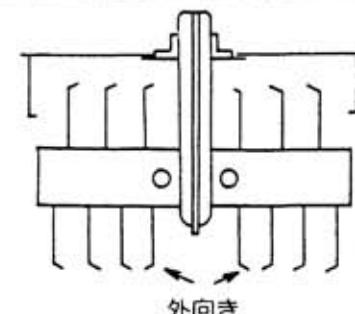

図55
(9) ドラムローターの取付(図55)
- ① ドラムローターの刃の配列はミッショングケース左右の1本は外向きに、その他は全部内向きに取付けてください。ローターが逆転式ですから、刃の曲がり方向に注意してください。